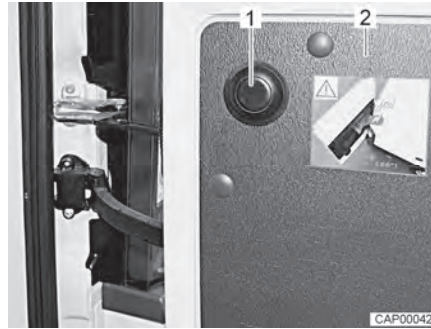

Bild 17 Tryckknapp för att frigöra begränsningen
- Öppna bakdörr (Bild 17,2) till anslag.
- Tryck tryckknapp (Bild 17,1), håll fast bakdörren och öppna försiktigt på nytt.